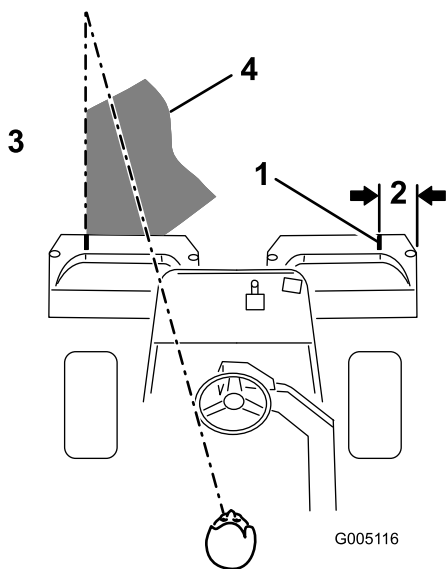

図 29
**注** グリーン内をぶれずにきれいに直進し、刈り込みの済んだ列との距離を一定に保って走るためには、車体前方 1.8 から 3 m のところに視線を置いて、刈り込み済みの済んでいる列にラインを合わせるようにするのがコツです 図 29。ハンドルを目印にして距離を合わせても良いでしょう。その場合、ハンドルの縁と本機前方の目標ラインとを重ねて見ながら運転します。